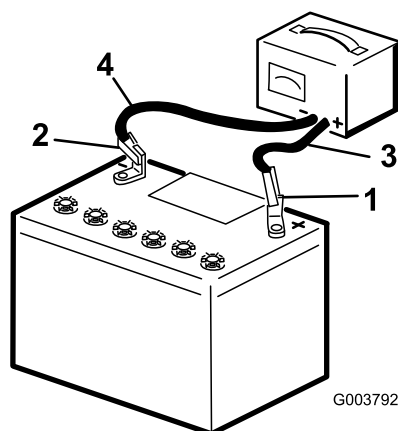

Figura 48
3. Conecte el cable positivo del cargador de la batería al borne positivo (Figura 48).
4. Conecte el cable negativo del cargador de la batería al borne negativo (Figura 48).
6. Cuando la batería esté completamente cargada, desconecte el cargador de la fuente de electricidad, luego desconecte los cables del cargador de los bornes de la batería (Figura 48).